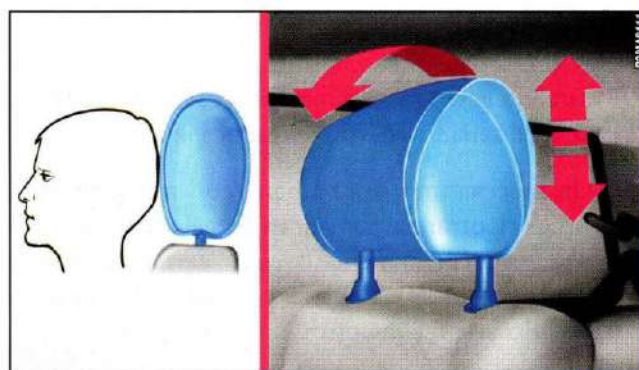

fig. 11
- con regolazione in altezza ed angolare **fig. 11** (tutte le altre versioni).